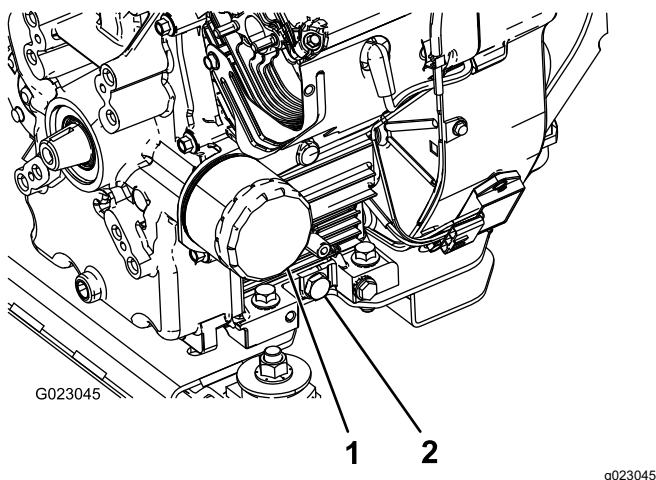

Bild 43
5. Nehmen Sie die Ablassschraube ab (Bild 43).
2. Entfernen Sie den Ölfilter (Bild 43).
5. Setzen Sie den Ersatzölfilter auf den Anbaustutzen auf. Drehen Sie den Ölfilter nach rechts, bis die Gummidichtung den Filteradapter berührt. Ziehen Sie ihn dann um eine weitere halbe Umdrehung an (Bild 43).